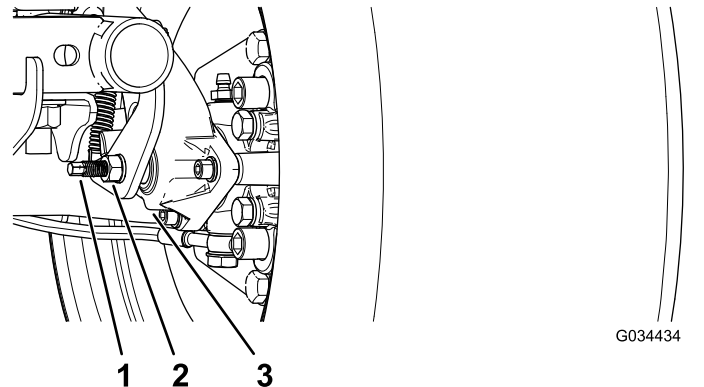

Figure 51
3. Utilisez 2 clés, une pour maintenir le tenon de réglage en place sur l'étrier et l'autre pour desserrer l'écrou de blocage de 1/4 de tour (Figure 51).
4. Tout en maintenant le tenon de réglage et l'écrou de blocage en place, tournez le tenon pour le serrer (Figure 51).
5. Tout en maintenant le tenon de réglage et l'écrou de blocage en place, tournez le tenon en arrière de 1/4 de tour (Figure 51).
6. Tout en maintenant le tenon de réglage et l'écrou de blocage en place, serrez l'écrou de blocage (Figure 51).